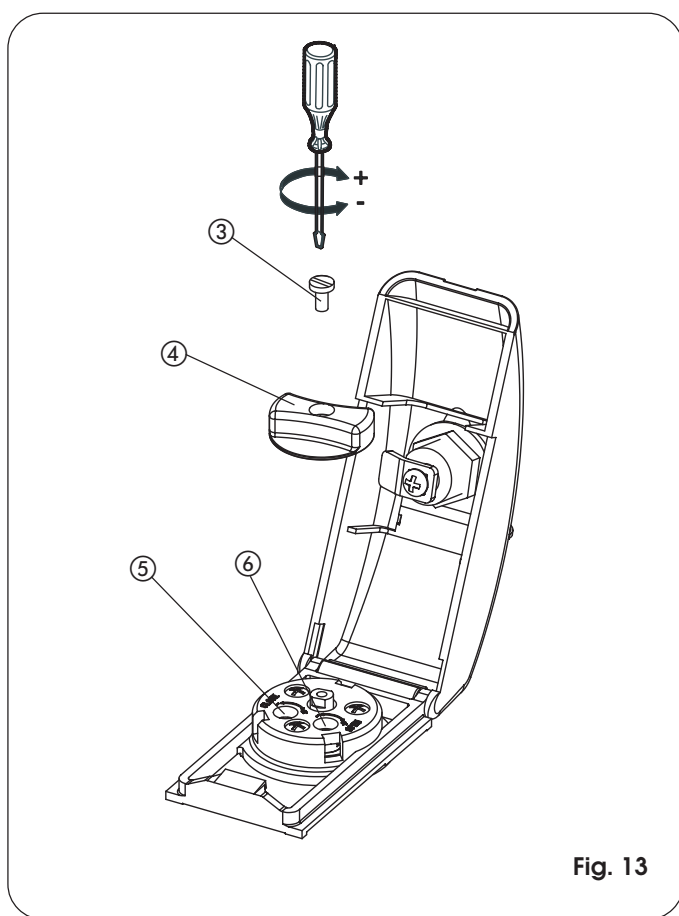

Fig. 13
- Til de afdekking op (Fig. 13).
- Haal de schroef (Fig. 13, ref. ③) waarmee de knop is vastgezet los, en haal de knop zelf weg (Fig. 13, ref. ④).
- Draai aan de regelschroeven van de kracht (overdruk) (Fig. 13, ref. ⑤ en ⑥) die op de aandrijving zitten.
- Na de regeling moet de knop weer worden teruggeplaatst (Fig. 13, ref. ④), door de schroef vast te draaien (Fig. 13, ref. ③).